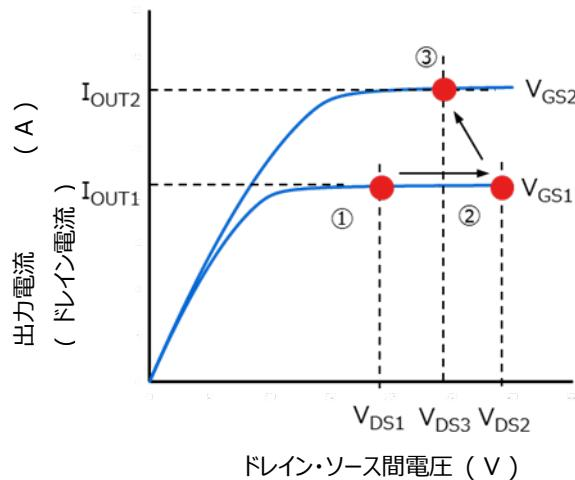
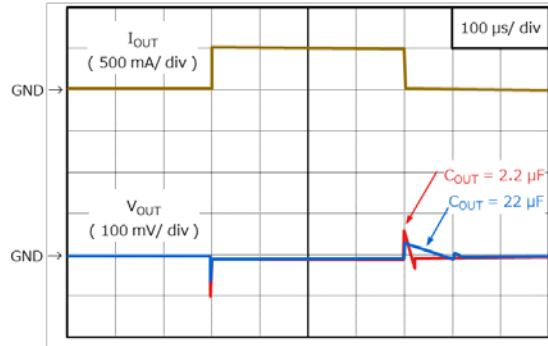
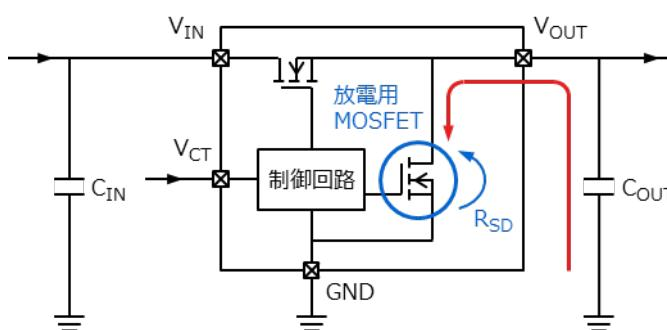

図 6.14 出力電流急増時の動作点
図 6.15 出力コンデンサー容量による負荷過渡応答特性の改善
図 6.17 出力ディスチャージ回路
LDO に負荷インピーダンス Z_{L1} が接続されて出力電圧と出力電流が安定している状態で、出力段の MOSFET は図 6.14 の ① で動作しているとします。このとき、MOSFET のドレイン・ソース間電圧を V_{DS1} 、ゲート・ソース間電圧を V_{GS1} とします。この状態から SW がオンして出力電流が I_{OUT1} から I_{OUT2} に急増したときに LDO 内部のエラーアンプは一定の出力電圧を出力しようとフィードバック動作をしますが、フィードバックループの周波数特性により、すぐには正常な出力電圧まで戻すことができずに図 6.14 の ② のように出力電圧の低下が発生します。このとき、MOSFET の動作点は図 6.15 の ① から ② の V_{DS2} へ移動しますが、 I_{OUT2} を流すために必要な V_{GS2} まで V_{GS} を増加させることができません。その後、フィードバック動作が継続して V_{GS} が動作点 ③ の V_{GS2} まで増加することで I_{OUT2} を流すことができ、その結果、出力電圧の低下が停止して正常な出力電圧まで回復を始めます。
LDOに負荷インピーダンス Z_{L1}/Z_{L2} が接続されて I_{OUT2} 出力電流が流れ、出力電圧が安定している状態で出力段のMOSFETは図6.14の④で動作しているとします。このとき、MOSFETのドレン・ソース間電圧を V_{DS2} 、ゲート・ソース間電圧を V_{GS2} とします。この状態からSWがオフして出力電流が I_{OUT2} から I_{OUT1} に急減したときに、LDO内部のエラーアンプは元の出力電圧に戻そうとフィードバック動作をしますが、フィードバックループの周波数特性により、すぐには正常な出力電圧まで戻すことができずに、図6.14の⑤のように出力電圧の上昇が発生します。このとき、MOSFETの動作点は図6.17で④の V_{DS2} から⑤の V_{DS1} へ移動しますが、 I_{OUT1} を流すための V_{GS1} まで V_{GS} を減少させることができていません。その後、フィードバック動作が継続して V_{GS} が動作点⑥の V_{GS1} まで減少することで I_{OUT1} まで出力電流を減少させることができ、その結果、出力電圧の上昇が停止して正常な出力電圧まで回復を始めます。